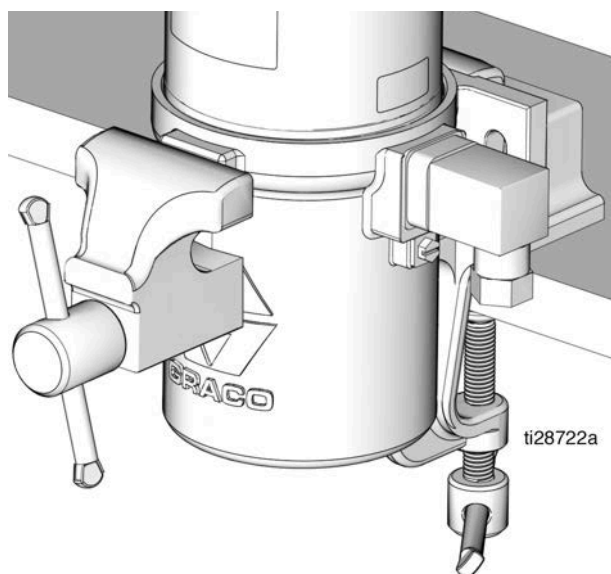

FIG. 13
8. Bloccare il cilindro del motore pneumatico (3) in una morsa come mostrato in FIG. 13. Utilizzare una morsa a ganasce morbide o coprire con un panno le ganasce della morsa per proteggere la superficie della base della pompa.